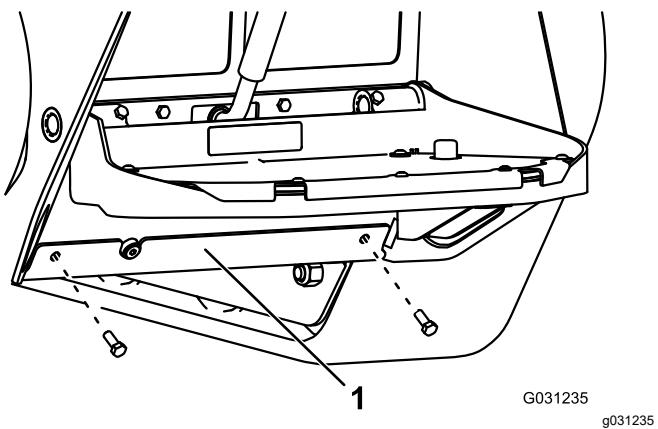

Figura 75
8. Installate la piastra inferiore (Figura 75).
4. Togliete i 2 bulloni che fissano la piastra inferiore e rimuovetela (Figura 75).